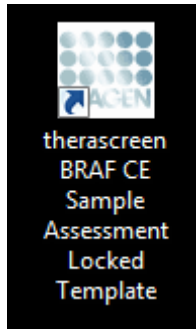

Figure 2. Icône « *therascreen* BRAF CE Sample Assessment Locked Template ».
9. Lancer le logiciel Rotor-Gene Q series en double-cliquant sur l'icône « *therascreen* BRAF CE Sample Assessment Locked Template » située sur le bureau de l'ordinateur portable connecté à l'instrument Rotor-Gene Q MDx (voir figure 2).